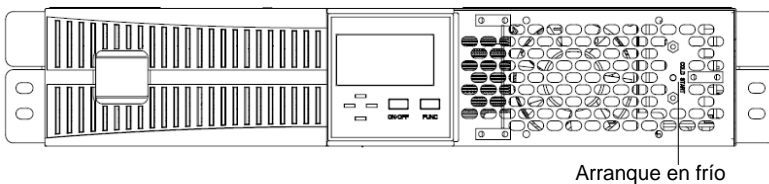

Figura 4-1: Botón de arranque en frío
- 3) Pulse el botón de arranque en frío para encender el SAI como se muestra en la Figura 4-1. Pulse "ON/OFF" durante 2.5 segundos cuando el zumbador esté activado.